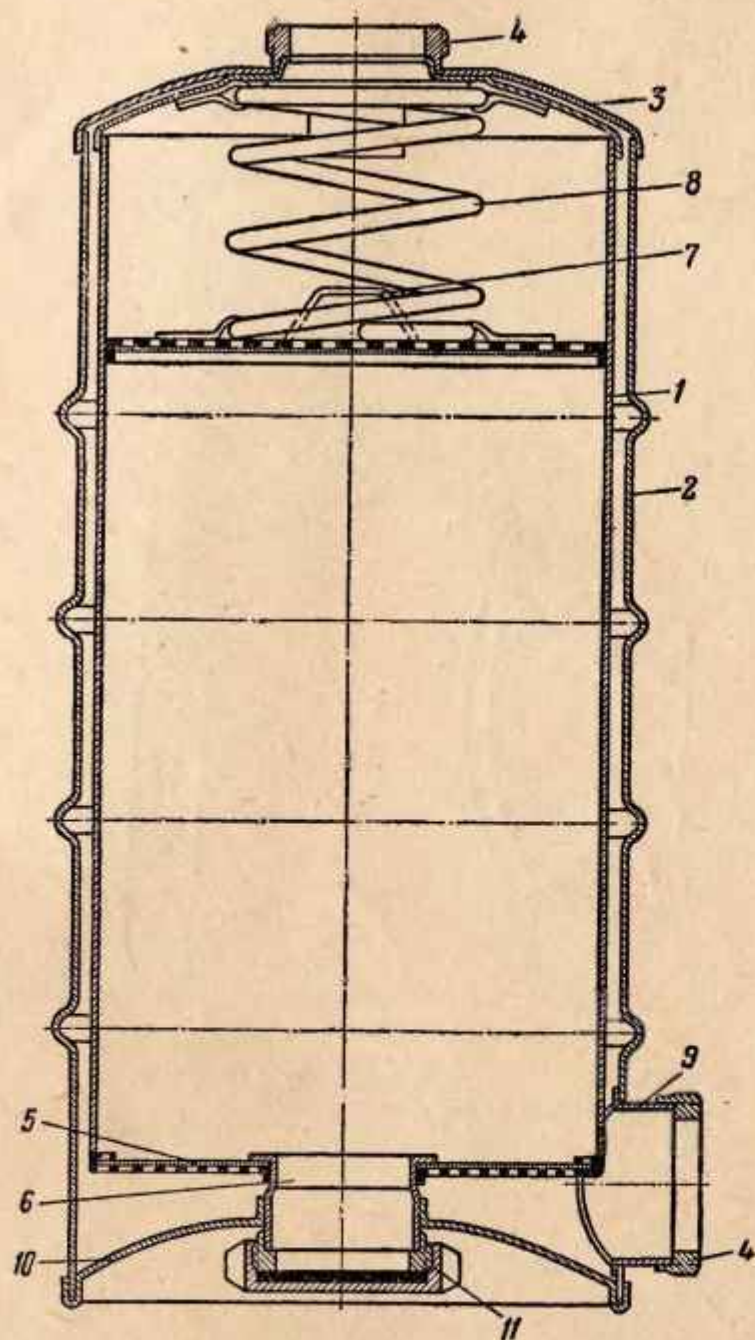

Рис. 5. Поглотительный патрон (разрез):
5. Поглотительный патрон (рис. 5) служит для очистки выдыхаемого воздуха от углекислого газа; снаряжен химическим поглотителем (ХПИ) в количестве 1300 — 1400 г. Поглотительный патрон состоит из внутреннего патрона 1 и наружного корпуса 2 для уменьшения отдачи тепла, крышки 3, резьбовых колец 4 для присоединения патрона к выдыхательной соединительной трубке и к дыхательному мешку, сетчатого дна 5 с отверстием для штуцера 6, верхней подвижной сетки 7 с пружиной 8, дна 10, отвода к дыхательному мешку 9 и заглушки 11.